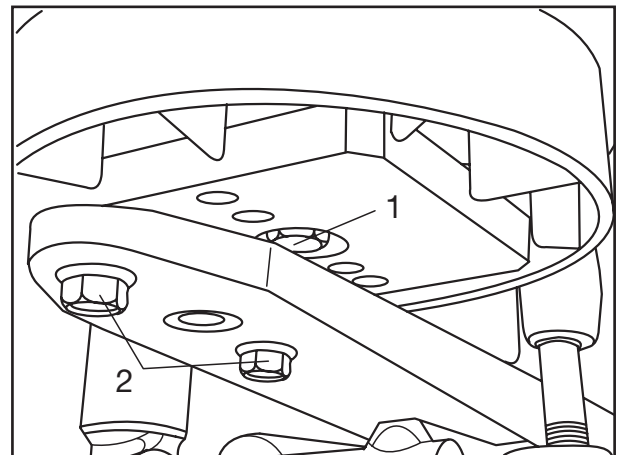

Fig. 6
- [11] Luftfederbalg ansetzen. Sicherungsschrauben (Fig. 6/2) hineinschrauben und mit dem vorgeschriebenen Anziehdrehmoment von 230 Nm festziehen.
[11] Fit air bag in place, screw in locking bolts (Fig. 6/2) and tighten to the specified torque of 230 Nm.
[11] Mettre le coussin d'air en place. Serrer les vis de sûreté (fig. 6/2) et serrer à fond au couple de serrage prescrit de 230 Nm.